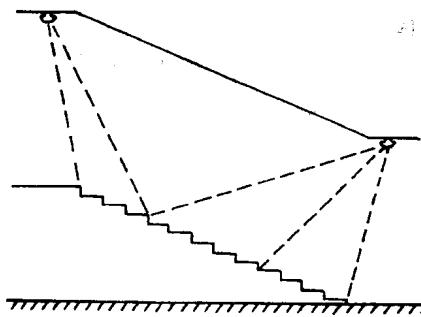

图 1-9 楼梯间的正确照明
(2) 路灯。路灯，特别是楼梯间的照明灯，要采用均匀漫射型灯具，这样才能清楚地照亮路面。图 1-9 所示为楼梯间的照明。